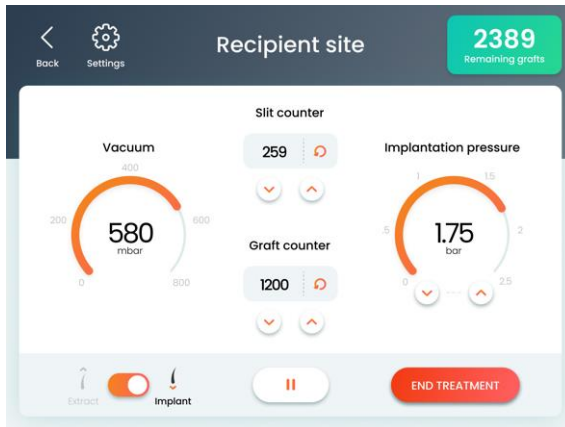

Figure 5-13. Écran Recipient Site Treatment (Traitement Site receveur) (en état Démarrage)
- L'indicateur d'aspiration affiche le niveau d'aspiration, comme illustré à la Figure 5-13.